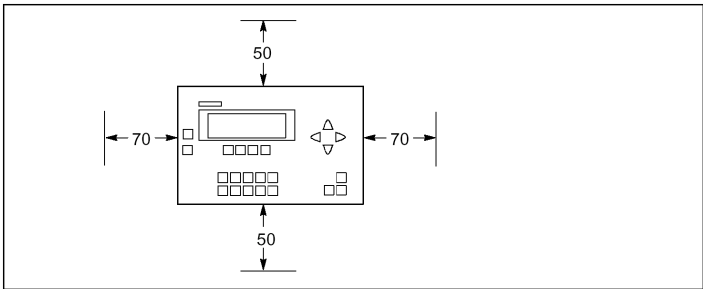

图 2-6 C7-613 的安装间隙
- C7-613 的出线电缆侧必须至少保持 50 和 70 mm 的距离，以利于通风，如图 2-6 所示。